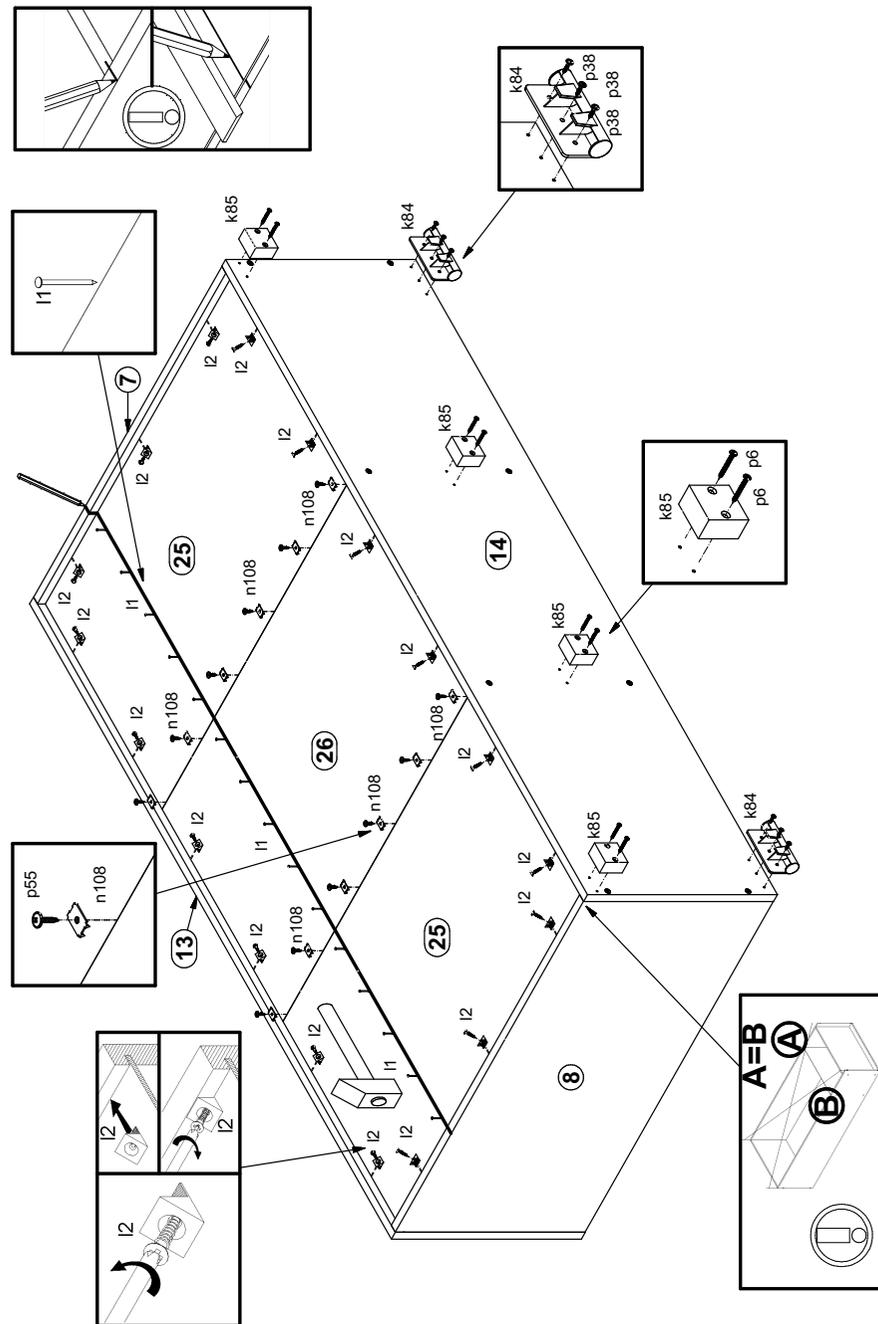

Рисунок 5
15. В отверстия  $\varnothing 3$  мм на нижней поверхности щита нижнего **14** закрепить опоры полимерные **k85** шурупами **r6**, а также опоры полимерные **k84** шурупами **r38 (см. рис. 5)**.
16. Выровнять корпус изделия, измеряя рулеткой расстояние между противоположными углами по диагонали. Расстояния должны быть равными **(см. рис. 5)**.
17. Закрепить стенки задние **25, 26** на корпусе изделия гвоздями **l1** с шагом 80-120 мм, элементами крепления задней стенки **l2**, а также пластинами **n108** с шурупами **p55 (см. рис. 5)**.